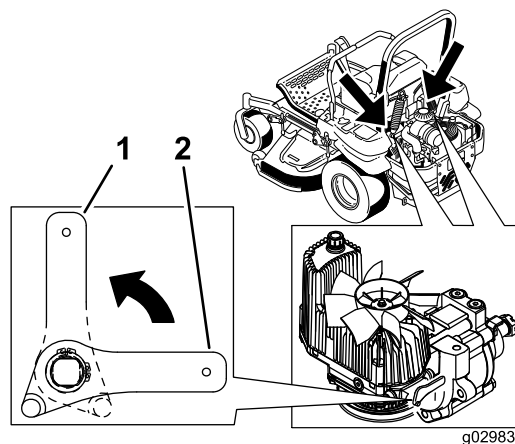

Figure 41
2. Tournez les leviers des vannes de débloccage en position verticale pour pousser la machine (Figure 41).
4. Tournez les leviers des vannes de débloccage en position horizontale pour utiliser la machine (Figure 41).